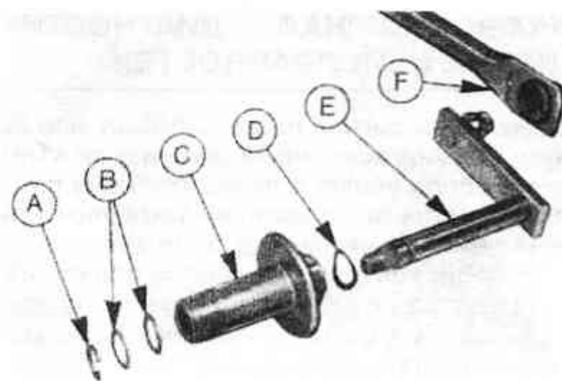

Рис. 10.11. Детали механизма переднего стеклоочистителя (Разд. 24)
7. Осторожно отверните гайки и шайбы осей стеклоочистителей и, работая внутри моторного отсека, извлеките тяги стеклоочистителей (Рис. 10.11).